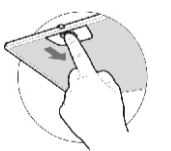

рис. 4
- при установке вытяжки необходимо снять алюминиевый фильтр (рис. 4);